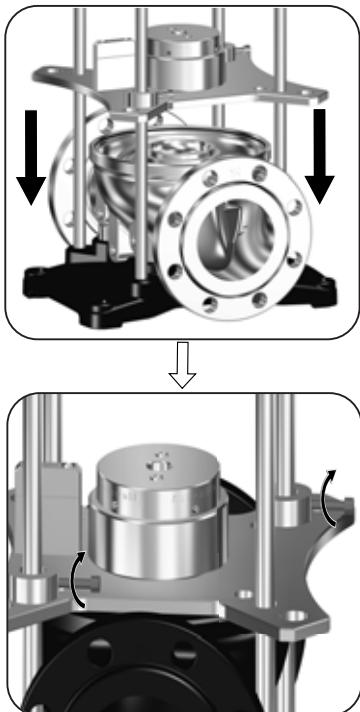

Рис. 21 Приспособление H2 для установки на основании насоса
- Установите приспособление В в торец вала насоса (51).
- Установите подъемное оборудование на приспособление В и снимите комплект камер с основания насоса (6).
- Надежно закрепите приспособление H2 в основании насоса (6). Правильное положение установки показано на рис. 21.